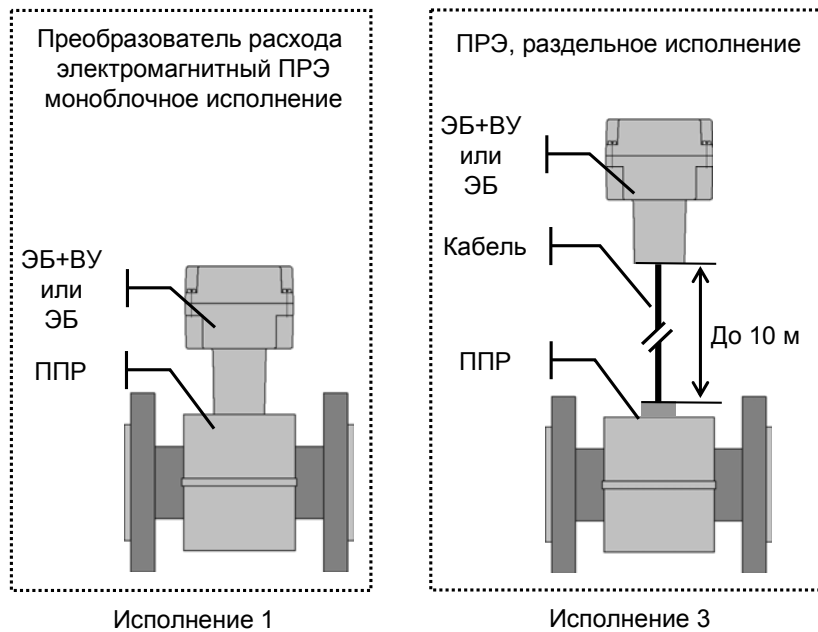

Рисунок 1 — Варианты исполнения ПРЭ
- Преобразователи расхода ПРЭ и вычислительные устройства. Преобразователи расхода ПРЭ состоят из конструктивно обособленных первичных преобразователей (датчиков) расхода электромагнитных (ППР) и электронных блоков (ЭБ) (рис. 1).